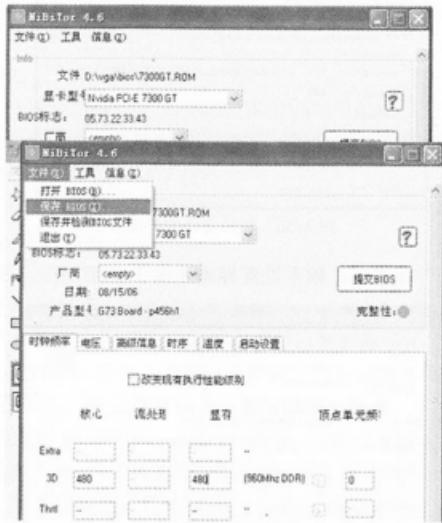

图 3-54 保存 BIOS 的菜单
(3) 执行菜单“文件”→“保存 BIOS”命令，如图 3-54 所示，将更改过频率的 BIOS 保存为 ROM 格式文件。
(4) 将保存好的 ROM 格式文件在 DOS 下刷入显卡即可。刷新完毕后，如果显卡故障依旧，基本可以判定为 GPU 坏了。